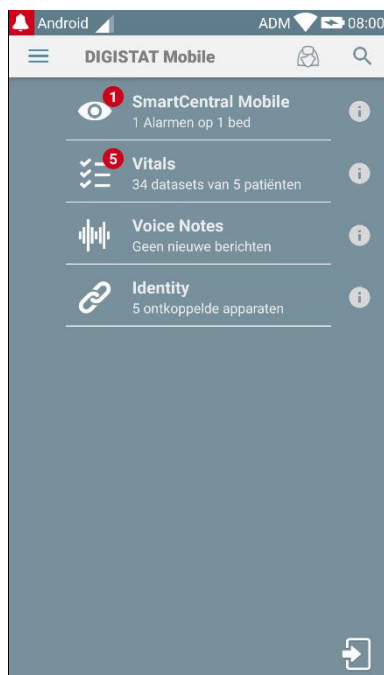

Fig 46
- op de bijbehorende rij op het scherm van het draagbare apparaat drukken (Fig 46).